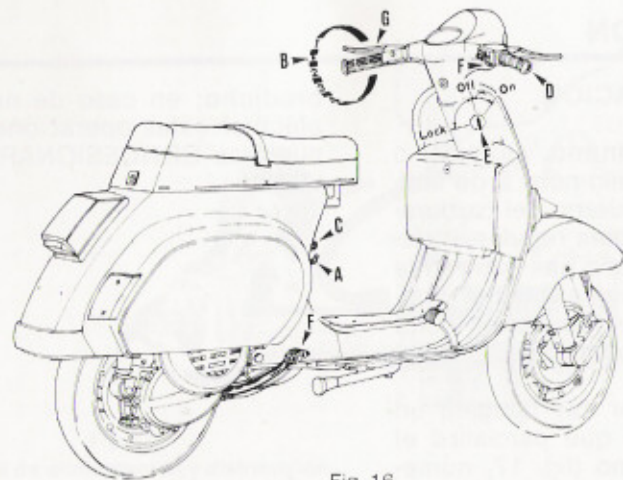

Fig. 16
- Actuar sobre la palanca del embrague, permaneciendo en esta posición hasta el arranque del vehículo (fig. adjunta) (2).
- Introducir la velocidad y arrancar (ver fig. 16).
(2) La principal variante del sistema de arranque es que la palanca del embrague actúa como interruptor eléctrico, y habrá que auxiliarse de ésta para accionar el pulsador de arranque.
Con el motor a régimen mínimo, apretar la palanca de embrague y girar el puño izquierdo a la posición de 1.ª velocidad (fig. 16). Soltar el embrague gradualmente dando gases hasta la salida (puño derecho del manillar).
Cortar gases, accionar la palanca de embrague y girar el puño del cambio a la posición de la marcha superior e inferior (fig. 16).